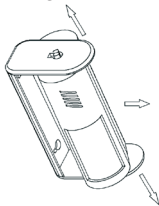

Fig. 1
- Separar la parte inferior y el sensor directamente como en la Fig. 1.